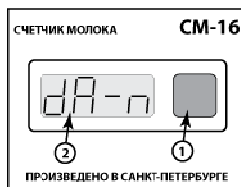
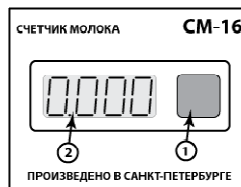

Рис. 13
Рис. 14
- нажать и удерживать кнопку до появления на дисплее «**DA- - -**» (Рис. 13), подтвердить правильность набора коротким нажатием кнопки, после чего счетчик перейдет в режим счета и на дисплее отобразится «**0.000**» (Рис.14). При длинном нажатии кнопки происходит возврат к началу режима программирования.